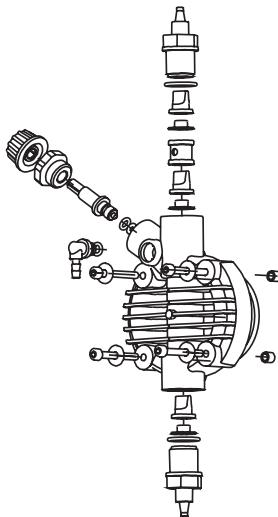

Fig. 10
2. Verificar pelo menos a cada 6 meses o funcionamento da bomba, o aperto dos parafusos do cabeçote e de porcas-trava, particularmente na dosagem de líquidos agressivos, efetuando um controle ainda mais frequente da concentração do aditivo no sistema; uma redução dessa concentração pode ser causada pelo desgaste das válvulas (que neste caso devem ser substituídas tendo atenção ao remontá-las como na Fig. 10) ou ainda o entupimento do filtro que deve ser limpo como indicado no item 3 a seguir.
Para efetuar esta operação, se a bomba não está fixada ao sistema, se pode fazê-la pulsar por poucos segundos (15 a 30) tendo-a de ponta cabeça e sem as mangueiras conectadas aos nipples, se for impossível virar a bomba, deve-se desmontar e remontar o cabeçote (Fig. 10), utilizando-se dos quatro parafusos de fixação.
Devido à sua robustez, as bombas praticamente não têm avarias mecânicas. Em alguns casos pode-se verificar perdas de líquido pelos nipples de ligação dos tubos de descarga/sucção. Raramente se produzem perdas causadas pela ruptura da membrana ou por desgaste da guarnição hermética da mesma. Nestes casos, os componentes devem ser substituídos. Para tal desapertar os 4 parafusos do cabeçote da bomba (fig.10), substituir a membrana e/ou guarnição da mesma, voltar a apertar os 4 parafusos. Uma vez eliminada a perda, é necessário limpar a bomba dosadora, removendo possíveis resíduos de aditivo que podem danificar a caixa da bomba.